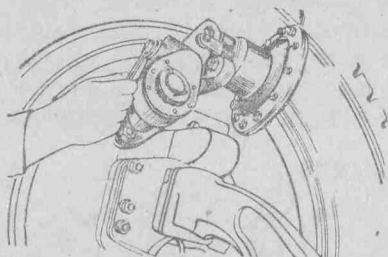

Рис. 9. Регулировка колесного тормоза с помощью червяка тормозной камеры
- вращай червяк (рис. 9) против хода часовой стрелки до тех пор, пока колесо не затормозится;